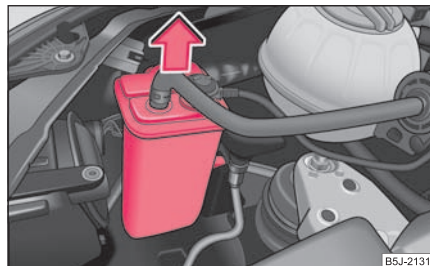

Fig. 213 Scoaterea rezervorului de cărbune activ
- La autovehiculele cu motor pe benzină, înainte de înlocuirea becurilor din farul dreapta față, scoateți rezervorul de cărbune activ ⇒ fig. 213.